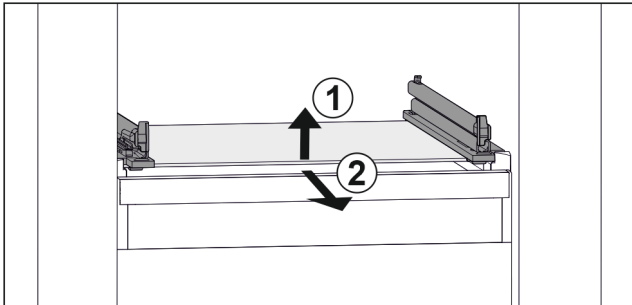

Fig. 133 Примерное отображение стеклянной пластины
- ▶ Приподнимите стеклянную пластину спереди. Fig. 133 (1)
- ▶ Извлеките стеклянную пластину движением вперед. Fig. 133 (2)